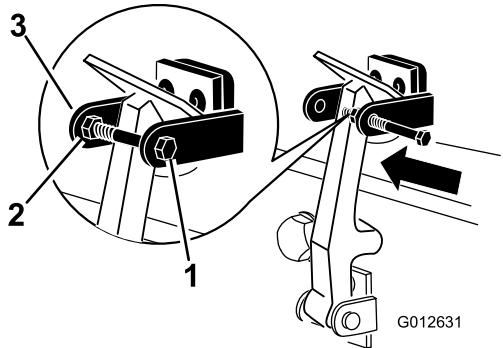

図 9
7. フードロックブラケットのもう一方のアームにボルトを取り付けてラッチを固定する図9。ボルトはしっかりと固定するがナットの締め付けは行わないこと。